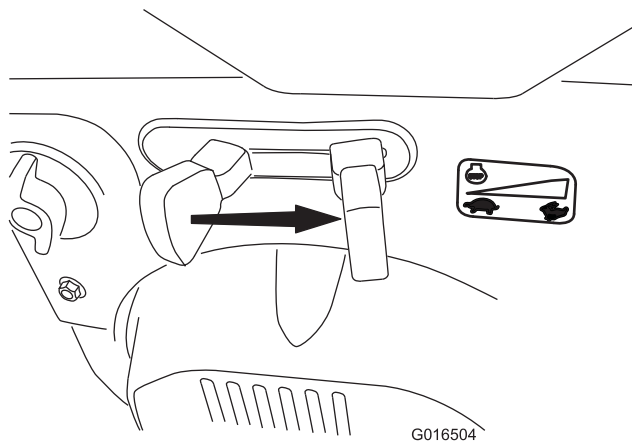

Figure 24
6. Placez la commande d'accélérateur en position HAUT RÉGIME (Figure 24).